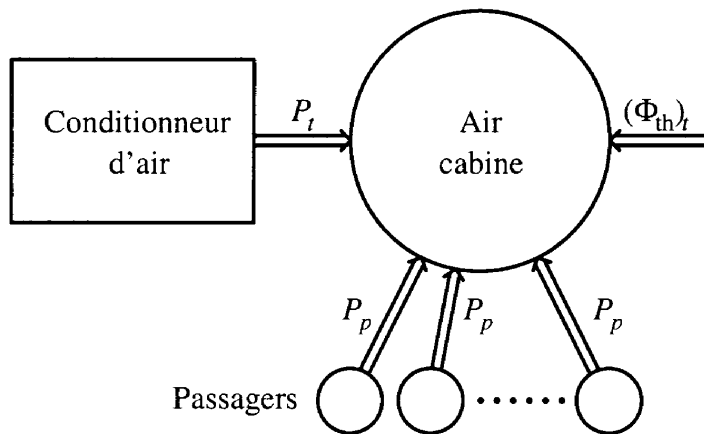

Figure 2 : Échanges d'énergie dans la cabine
A.I.5) On désigne par P_t la puissance thermique échangée avec le conditionneur d'air (comptée positivement dans le sens de la flèche sur la figure 2). Effectuer un bilan thermique de l'air de la cabine et en déduire P_t . Application numérique à haute altitude et au sol (données dans l'introduction).